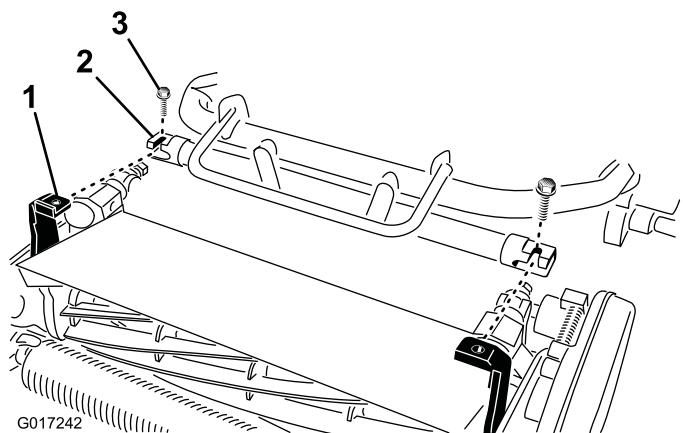

Bild 10
4. Bewegen Sie den Zugmaschinenrahmen (Bild 10) nach vorne, bis er in die Gelenkkarre der Schneideeinheit greift.
| 5. Befestigen Sie den Zugmaschinenrahmen mit zwei Schrauben (3/8" x 3/4") an den Gelenkkarren der Schneideeinheit (Bild 10). | |